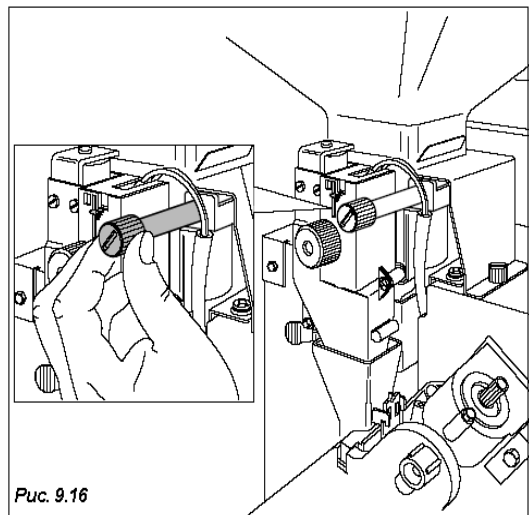

Рис. 9.16
- **Регулировка степени помола.** Для получения желаемого результата вращайте регулировочный винт (Рис. 9.16).